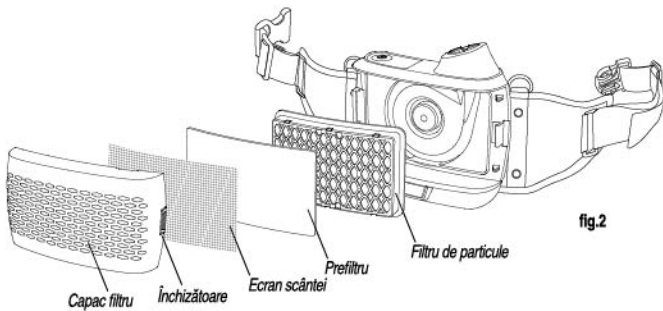

fig.2
- Instalați filtrul de particule conform indicațiilor din fig.2.